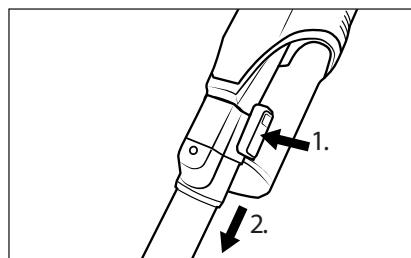

Fig. 11
- ◆ Pour retirer le tube d'aspiration **23** de l'appareil, maintenez la touche de déverrouillage du tube d'aspiration **28** enfoncée et retirez le tube d'aspiration **23** de l'orifice d'aspiration de l'appareil (voir fig. 11).